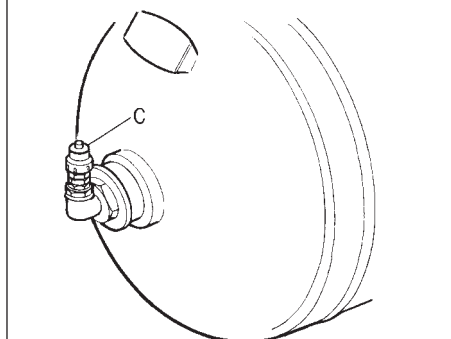

fig. 11
■ Sull'elettrocompressore è montata una valvola di sicurezza tarata ad una pressione superiore alla pressione massima di funzionamento determinata dal pressostato. Questa interviene in caso di malfunzionamento del pressostato aprendo una via di sfogo per l'aria in eccedenza (*fig. 11*).
Se rilasciando l'anello la valvola si richiude senza lasciar fuoriuscire aria tale componente è pienamente efficiente (fig. 11). In caso contrario interpellare un tecnico specializzato per la sostituzione.